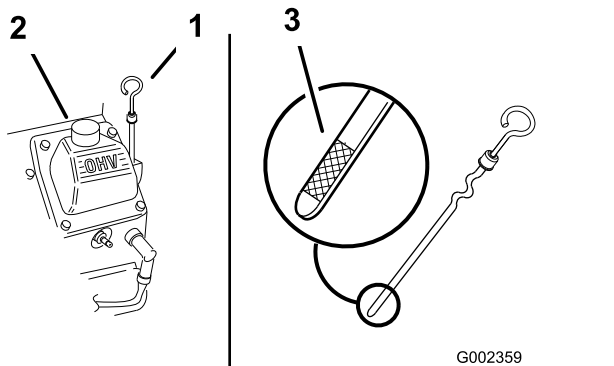

Figura 163
1. Curățați zona din jurul buonului de umplere cu ulei și din jurul jojei (Figura 163).